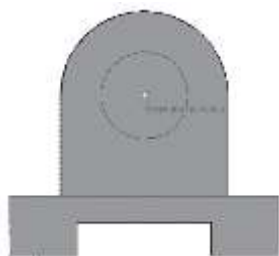

Рис. 12.10
- Установите курсор мыши в центре окружности (сработает глобальная привязка Ближайшая точка). Постройте окружность радиусом 13 мм ( $\square = 26$ ) – рис. 12.10.